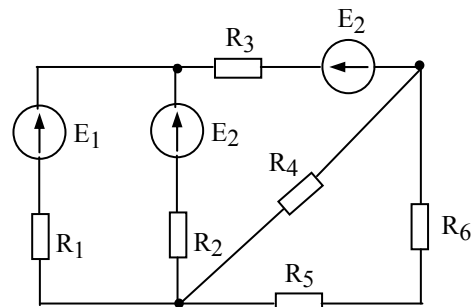

Рис.1.4.19
1.4.19. Определить токи в ветвях схемы (рисунок 1.4.19), выбрав наиболее экономичный способ решения. Параметры элементов схемы:  $E_1=40$  В,  $E_2=10$  В,  $E_3=16$  В,  $R_1=4$  Ом,  $R_2=2$  Ом,  $R_3=1$  Ом,  $R_4=6$  Ом,  $R_5=2$  Ом,  $R_6=4$  Ом. Составить баланс мощностей.